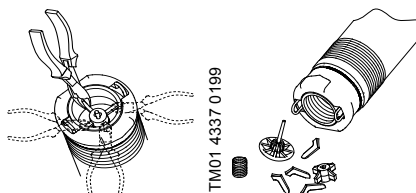

Рис. 7
1. За допомогою кліщів або аналогічного інструменту видалити ніжки клапана, як вказано на рис. 7.